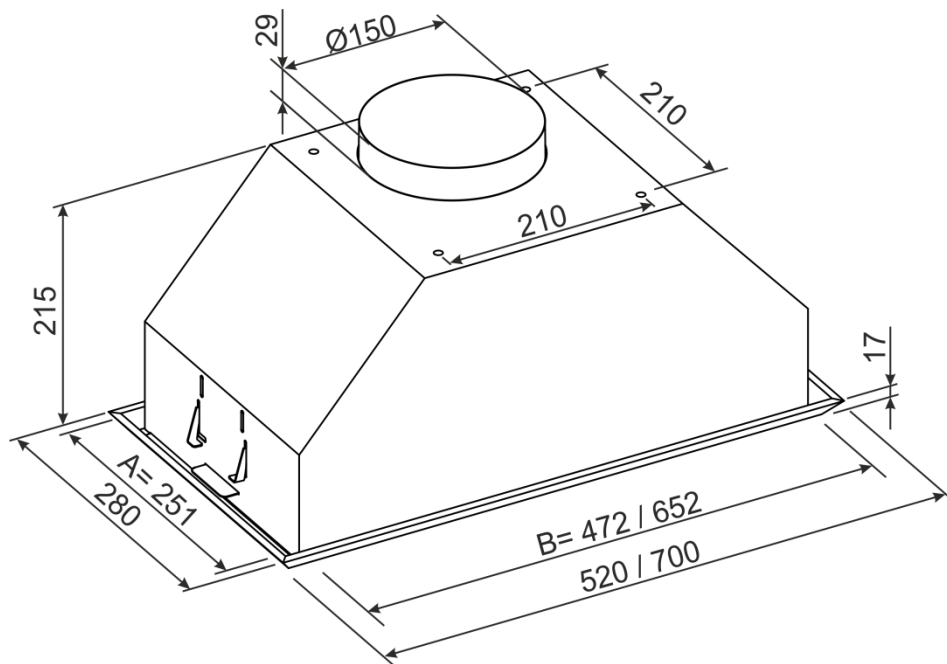

Рис. 4
6.4 З врахуванням встановленої висоти і умовою прилягання витяжки до дна нижньої полки навісної меблевої шафи по раніше виготовленому паперовому шаблону розмітьте і виріжте прямокутний отвір згідно габариту **AxB** (**рис.4**) вмонтованої частини витяжки.